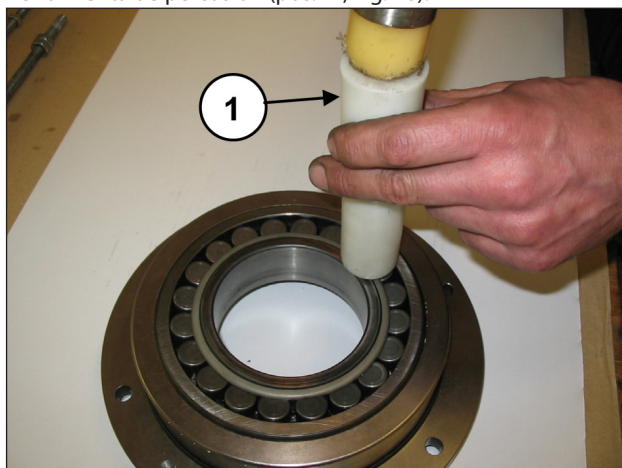

Fig. 26
Apoyar el eje acodado sobre el fondo del cárter. Separar la tapa portacojinetes del cojinete utilizando una herramienta de percusión (pos. ①, Fig. 26).